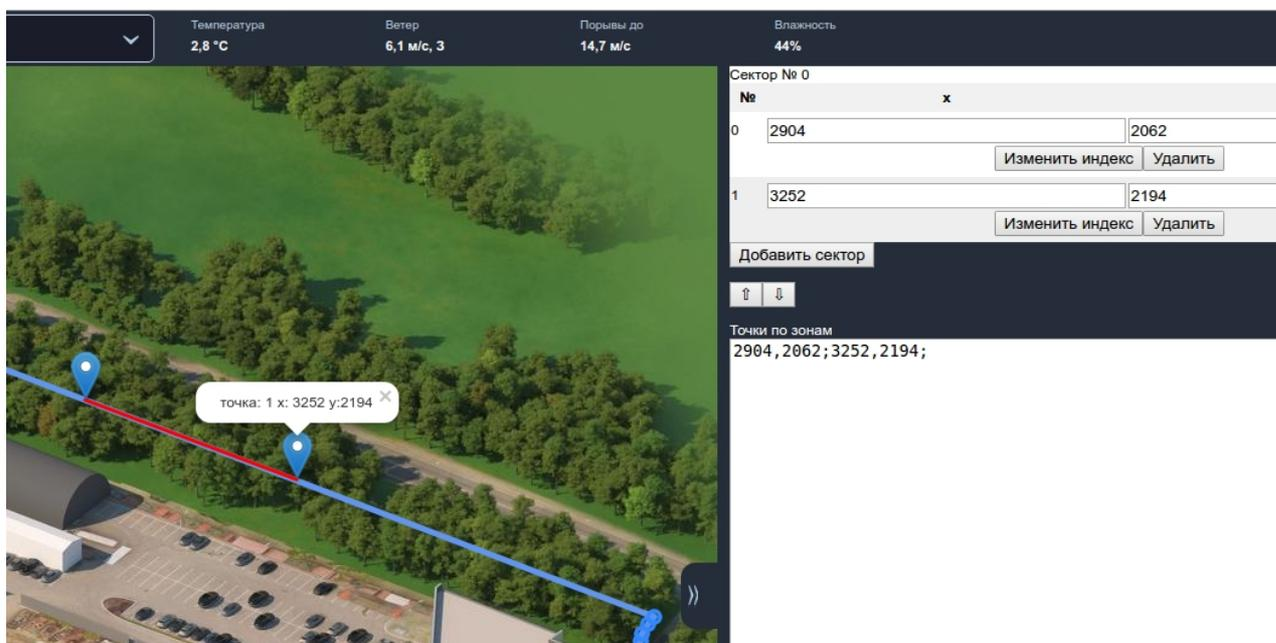

Рисунок 23 — добавление зоны ответственности
6.5.3.3. Далее необходимо выделить нужную зону, щелкая курсором мышки по карте слева. После этого в правой части экрана появятся данные выделенных секторов. Нажатием кнопки «стрелки вниз» перемещаем полученные координаты в графу «точки по зонам» и копируем полученные данные (рисунок 23). Если необходимо создать прерывистую зону ответственности, то необходимо нажать кнопку «добавить сектор» и продолжить выделять зону.